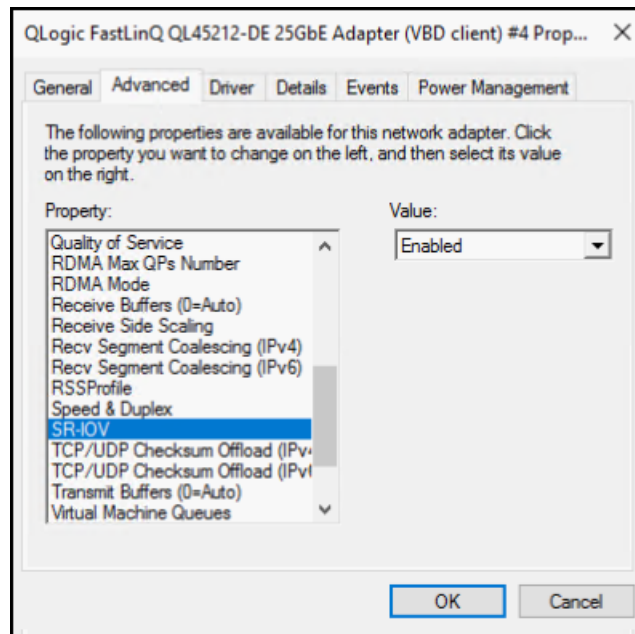

Figure 8-3. Propriétés de l'adaptateur, Avancé : Activation de SR-IOV
- c. Sur la page Propriétés avancées (Figure 8-3) sous **Propriété**, sélectionnez **SR-IOV**, puis définissez la valeur sur **Activé**.